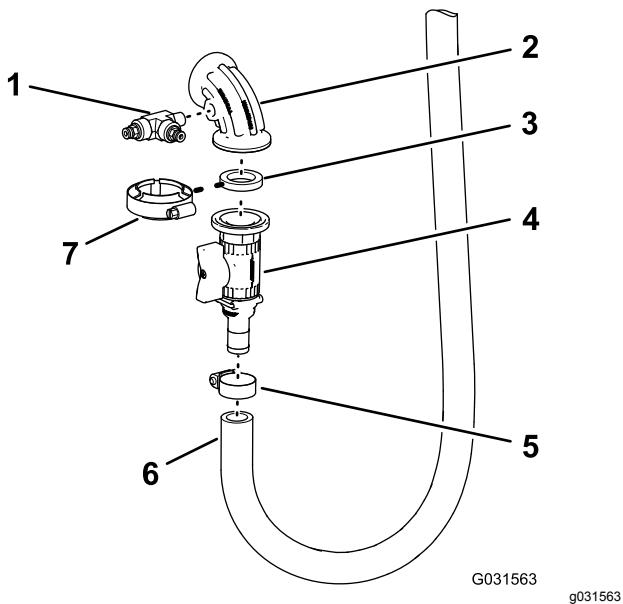

Figura 184
3. Aplique cinta selladora PTFE a las roscas del acoplamiento en T (Figura 184) que retiró en el paso 3 de **Desconexión de las mangueras y los tubos** (página 14).
4. Monte el acoplamiento en T en el codo de 90° con orificio lateral, tal y como se muestra en Figura 184 y apriete el acoplamiento a mano.
5. Ensamble provisionalmente el codo de 90° con orificio lateral, la junta y la válvula de cierre con la abrazadera para bridales (Figura 184).
6. Monte el acoplamiento dentado de la válvula de cierre en la manguera de entrada y la abrazadera (Figura 184) que retiró en el paso 4 de Desconexión de las mangueras y los tubos (página 14).